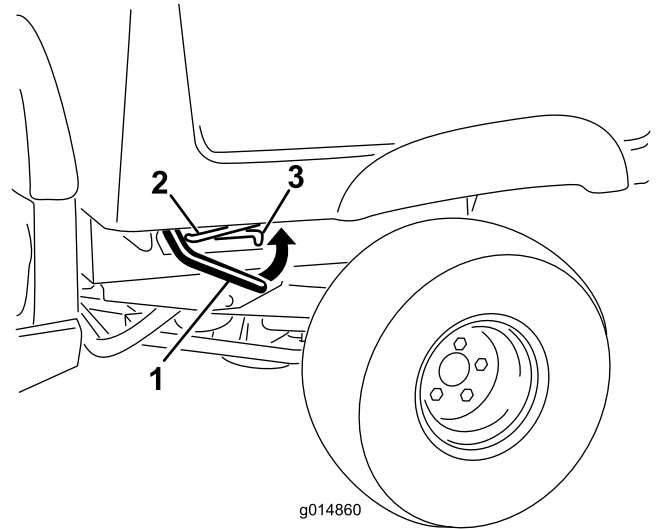

Bild 12
1. Heben Sie den Hebel an beiden Seiten in der Nähe der vorderen Kante der Staubox an und heben Sie die Staubox an (Bild 12).
2. Ziehen Sie die Stützzange in die hintere Arretierung am Ende des Schlitzes im linken Rahmen der Maschine, um die Staubox zu befestigen (Bild 12).
1. Heben Sie den Riegel an, um die Staubox etwas anzuheben (Bild 12).
2. Schieben Sie die Stützzange aus der Auskerbung heraus (Bild 12).
3. Senken Sie die Staubox ab, bis sie fest verriegelt ist (Bild 12).